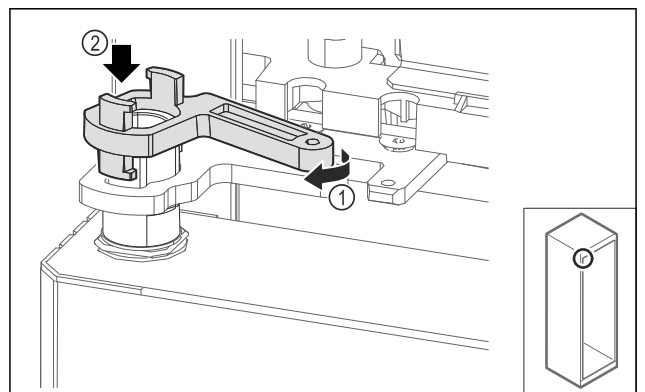

Fig. 65
- ▶ Verriegelung Lagerbock leicht drehen Fig. 65 (1) und auf die Hülse aufsetzen Fig. 65 (2).